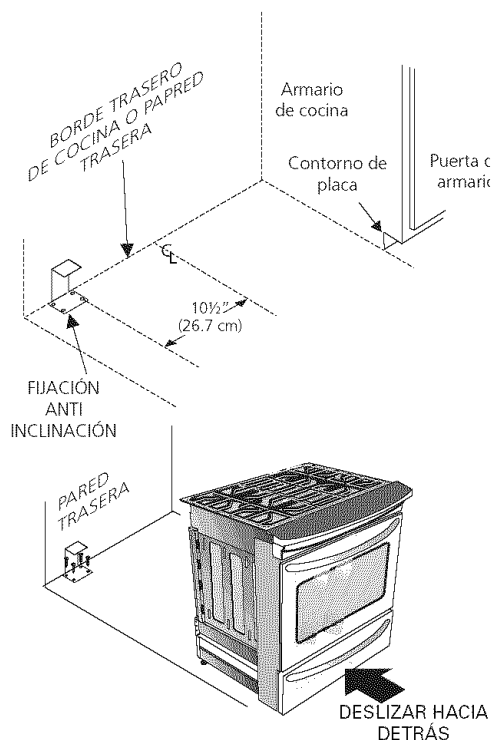

Figura 17
2. Desplegar el molde de papel y colocarlo alisado sobre el piso con el vértice posterior derecho posicionado exactamente en la intersección de las líneas central y posterior dibujadas anteriormente. (Si no se dispone de un molde, usar el diagrama incluido a continuación para ubicar las ménsulas (Figura 17)).
6. Deslice la cocina hacia su lugar asegurándose que la pata de centro trasera está completamente segura con el soporte anti-inclinación (Figura 17). Baje la cocina ajustando las 4 patas de nivelación hasta que la plancha de cocinar está apoyada en el mostrador. Refiere a la "Nivelación de la cocina" a la página 6.